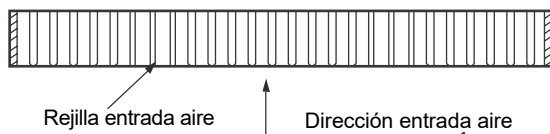

Figura 3.11
1) Asegúrese de mantener el ángulo de la rejilla de aire paralelo a la dirección de la entrada de aire cuando haga el panel de entrada de aire de la caja de retorno. Consulte la figura 3.11.